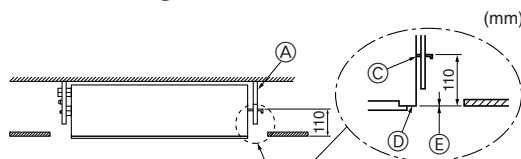

Fig. 2-9
5. Serrer tous les écrous. (Fig. 2-9)
- (A) Boulon de suspension (3/8" ou M10)
- (B) Tuyau en plastique transparent
- (C) Dessous du support
- (D) Attacher le panneau avant ici
- (E) Faire en sorte que ces surfaces soient au même niveau (0 - 3 mm)